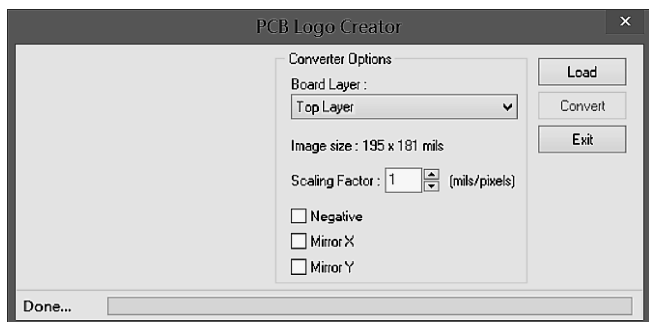

图 8-3-10 PCB Logo Creator 对话框
(1) 在弹出的如图 8-3-10 所示的 PCB Logo Creator 对话框中, 单击【Load】按钮即可选择图片路径, 指向准备好的 BMP 文件。在 Board Layer 下拉菜单中选择图片将要放置的工作层, 这里选择 Top Layer。